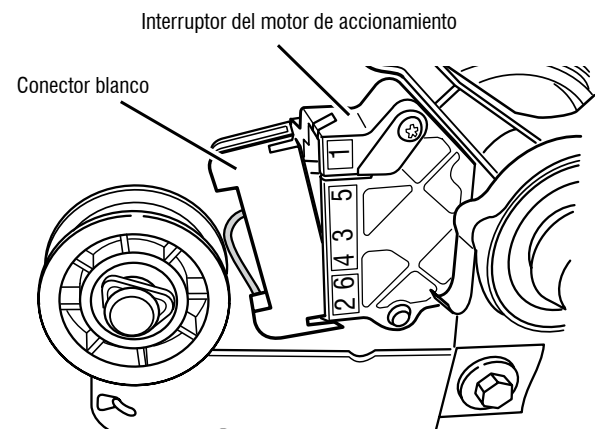

Figura 9: Quite el conector blanco
- Retire el conector blanco del interruptor del motor de accionamiento. Consulte la Figura 9.